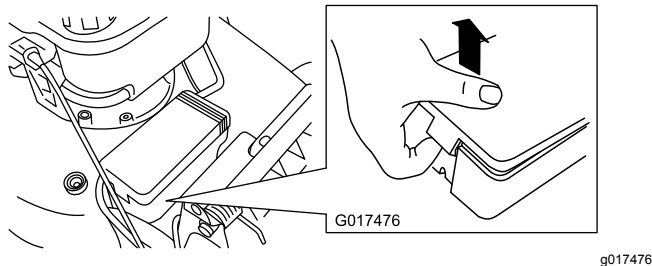

Bild 31
2. Lösen Sie die beiden Clips an der Batteriefachabdeckung und nehmen Sie sie ab (Bild 31).